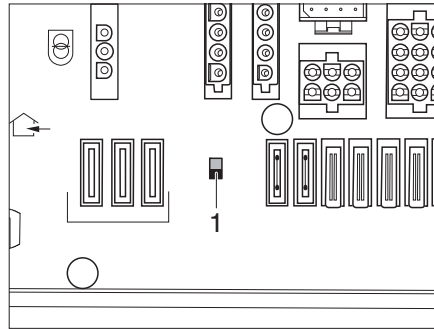

Fig. 267 Interrupteur-séparateur de batterie
- Mettre l'interrupteur-séparateur de batterie (Fig. 267,1) de l'EBL sur « MARCHÉ ».